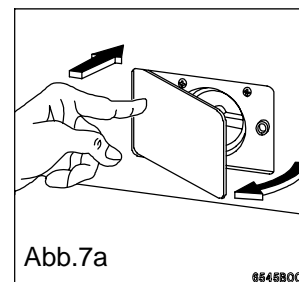

Abb.7a
- Klapptür mit Fingerdruck öffnen (Abbildung 7a)